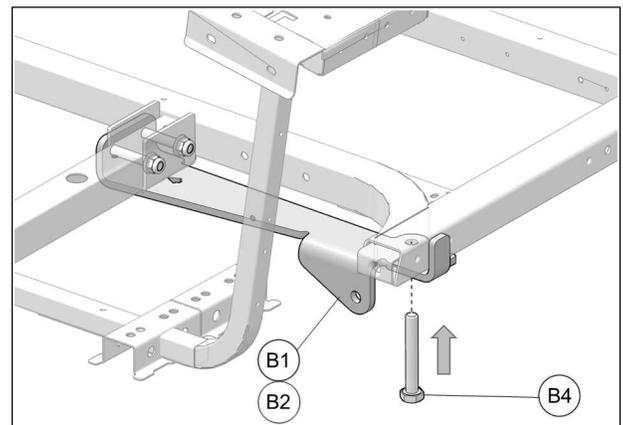

Fig. 9
7. Insérer, par le dessous, le boulon M10x70mm (**B4**) dans le trou de la plaque et à travers le trou du châssis déjà existant. Voir la Fig. 9